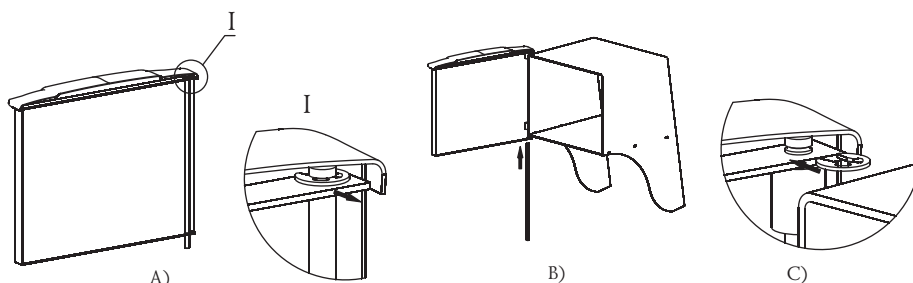

Bild 6. Türanbringen bei der Ofenmontage «Sajan»
1. Zuerst die schnell trennbare Druckscheibe abzunehmen und die Achse aus der Tür ausziehen, Bild 6.a;
3. Stecken Sie die Achse mit einer Vertiefung im oberen Achsenteil für die Scheibe durch die Öffnungen von unten nach oben hinein, Bild 6.b;
4. Stellen Sie die schnell trennbare Druckscheibe in die Vertiefung an der Achse, Bild 6.c